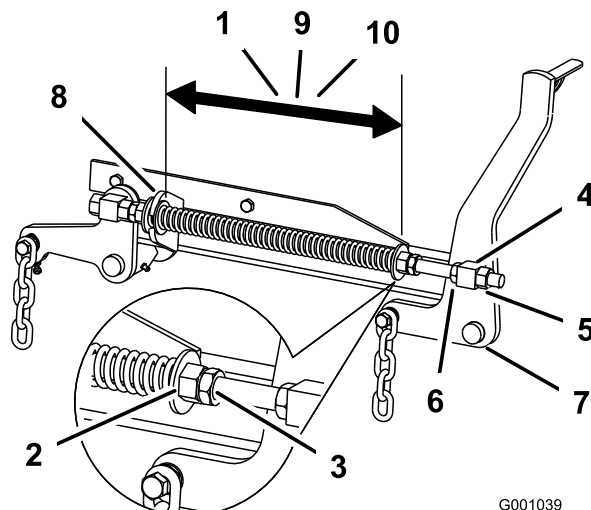

Figura 113
cortador de 132 cm, 26,7 cm para plataformas de cortador de 152 cm ou 29,2 cm para plataformas de cortador de 183 cm (Figura 113).
3. Ajuste esta distância desapertando a porca de bloqueio da mola e rodando a porca em frente de cada mola (Figura 113).
4. Bloqueie a porca na posição apertando a porca de bloqueio da mola (Figura 113).